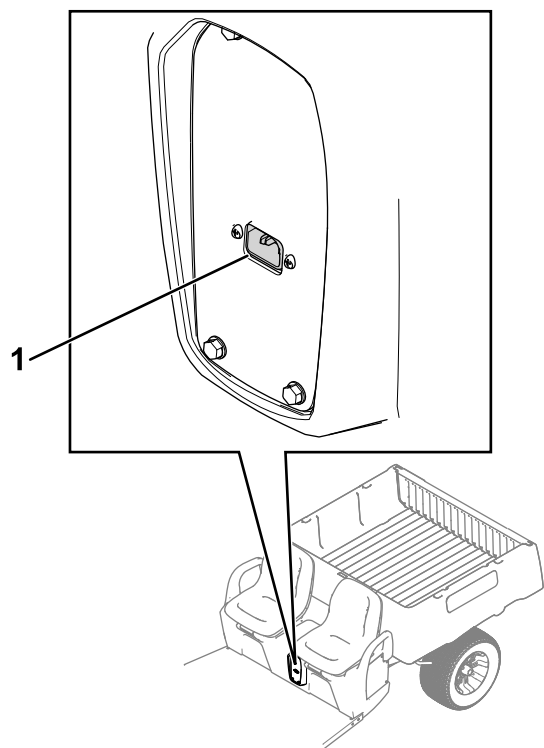

Figura 25
1. Ligue um cabo de alimentação na tomada de carregamento da máquina (Figura 25).